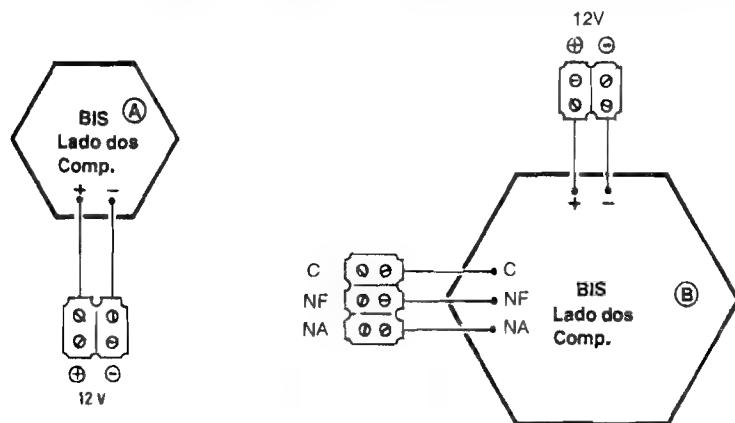

Fig.8
- **FIG. 8 - CONEXÕES EXTERNAS ÀS PLACAS** - As conexões periféricas às placas são poucas e simples, restringindo-se às ligações da alimen-